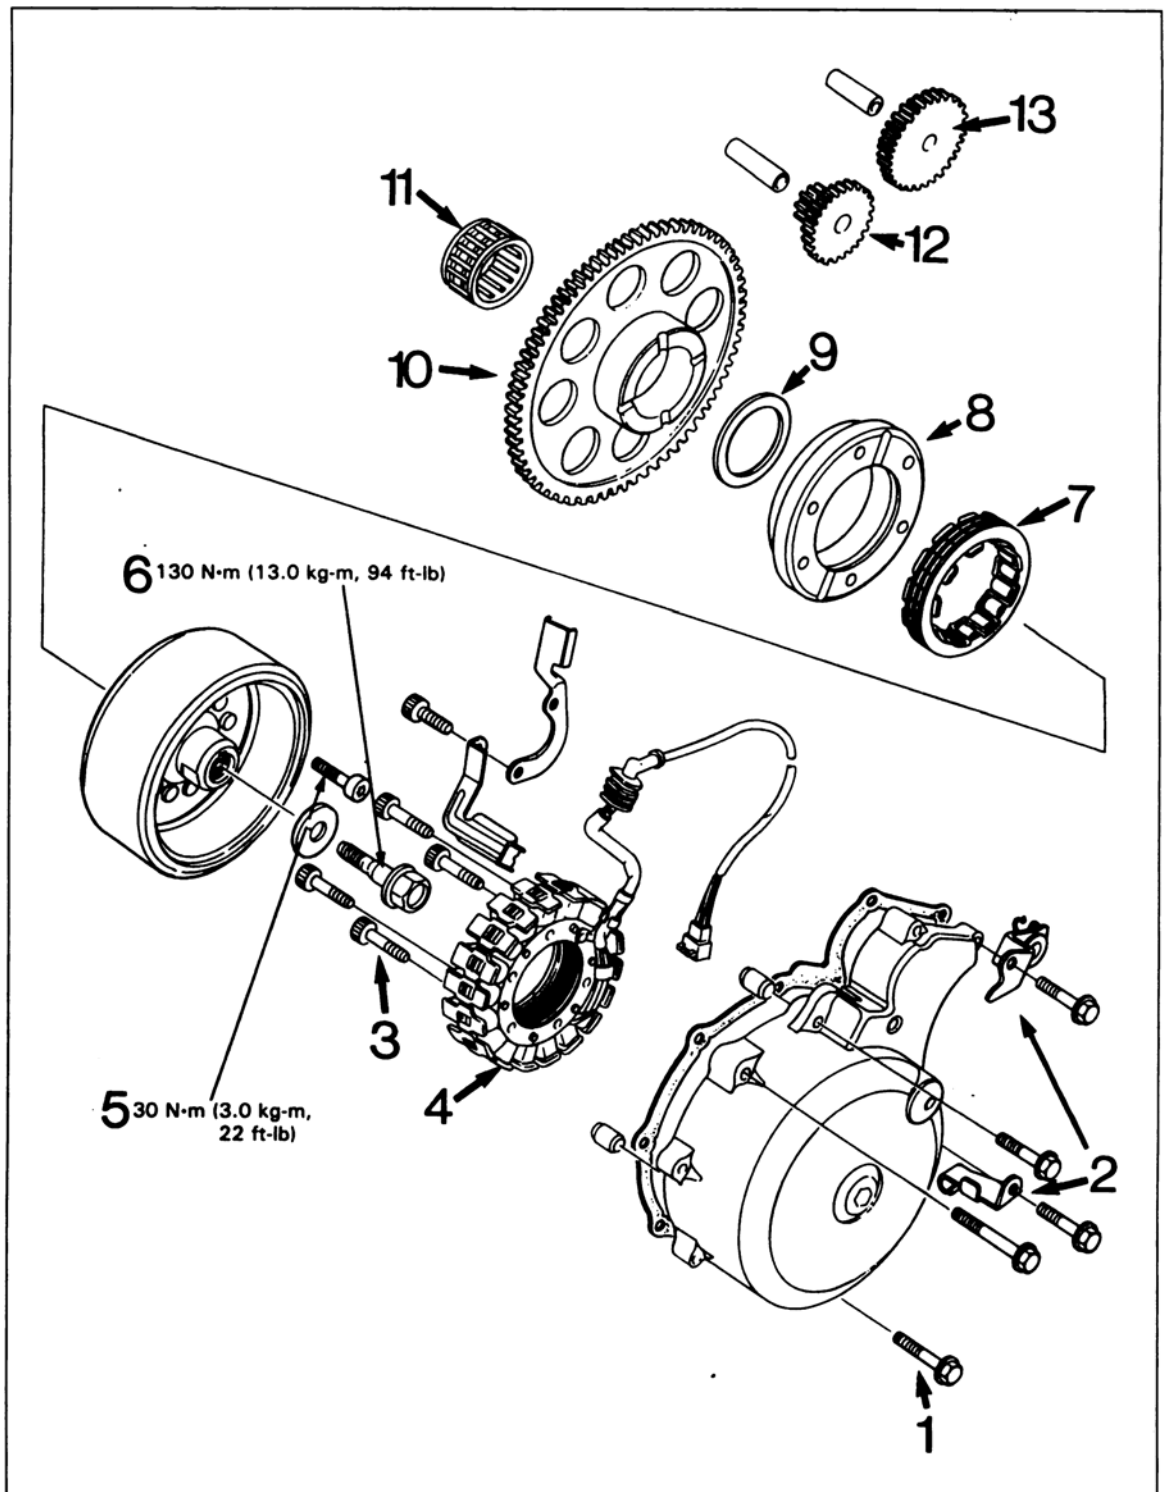

Bild 57
● Rotor samt Starter-Abtriebsritzel, Unterlegscheibe und Nadellager von der Kurbelwelle abnehmen (Bild 57). Auf Verbleib des Nutensteins achten.
● Falls Starterfreilauf defekt, Rotor mit Rotorhalter blockieren, sechs TORX-Innensechskantschrauben ⑫ Bild 57 ausdrehen und Freilauftring samt Einwegkupplung entnehmen.